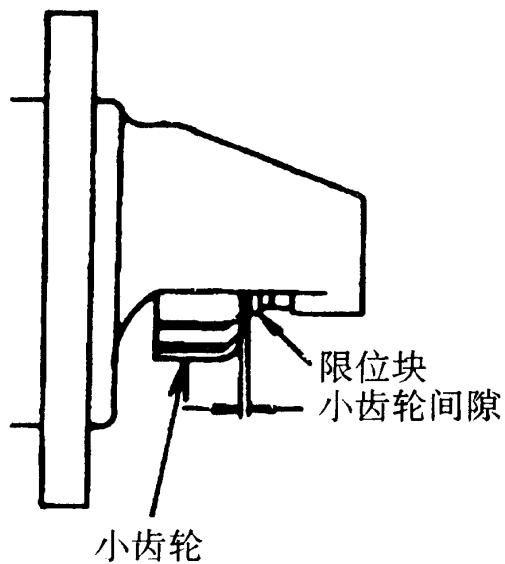

图 9-4
- (4) 用间隙规检查小齿轮至限位块的间隙（小齿轮间隙）(见图 9-4)。